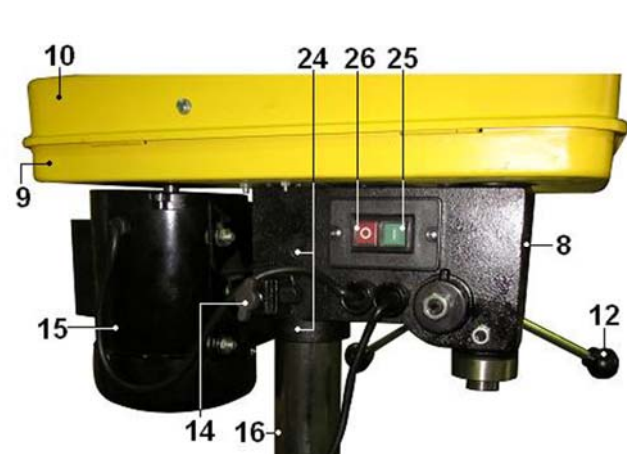

Рис.4.
9.7. Аккуратно установите на колонну (16) шпиндельную головку станка (8), Рис.2,4, предварительно ослабив винты фиксации (24), Рис.4 . Поворачивая шпиндельную головку (8) на колонне (16), Рис.2,4, убедитесь, что она «села» до упора. Затяните винты фиксации (24), Рис.4 .
10.3. Станок оснащен магнитным пускателем, предотвращающим самопроизвольное включение после отключения питания. Включение станка производится нажатием на зеленую кнопку (25). Отключение станка производится нажатием на красную кнопку (26), Рис.4,5.
10.6. При открытии верхней крышки (10) нижнего кожуха ременной передачи (9), станок должен отключиться. Повторное включение станка возможно после закрытия верхней крышки (10) нижнего кожуха ременной передачи (9), Рис.7 и вторичного нажатия на зеленую кнопку (25), Рис.4,5. (см. п.10.3.)